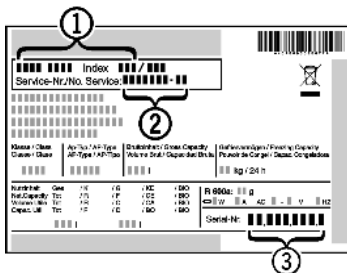

Fig. 9
- ▶ Gerätebezeichnung Fig. 9 (1), Service-Nr. Fig. 9 (2) und Serial-Nr. Fig. 9 (3) vom Typenschild ablesen. Das Typenschild befindet sich an der linken Geräteinnen-seite.
- ▶ Den Kundendienst benachrichtigen und den Fehler, Gerätebezeichnung Fig. 9 (1), Service-Nr. Fig. 9 (2) und Serial-Nr. Fig. 9 (3) mitteilen.